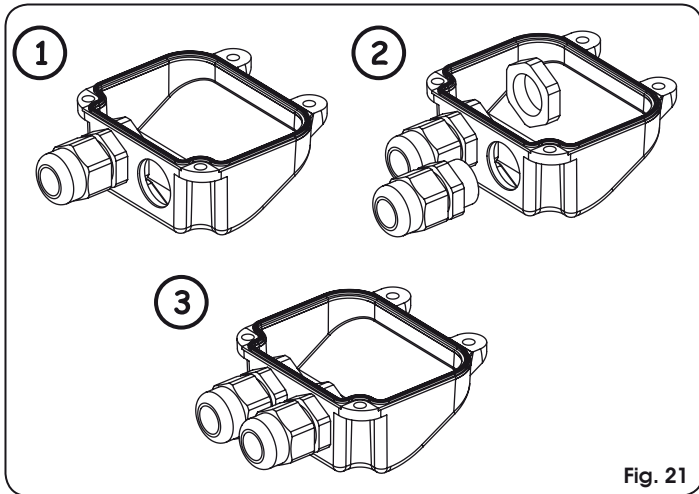

Fig. 21
- Abra el segundo orificio presente en la tapa, Fig. 21.
- Monte el sujetador-cables suministrado en dotación, Fig. 21